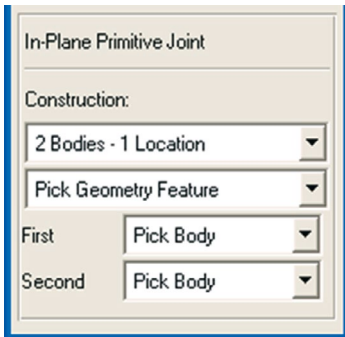

Figura 3.129 – Parâmetros para a segunda *Joint Inplane*.
- Na caixa de diálogo *Main Toolbox*, selecione a ferramenta  (*Joint Primitive: Inplane*) a qual é encontrada expandindo-se o ícone *Joint:Palette*. Os campos inferiores da caixa de diálogo *Joints* deverão ser preenchidas, conforme mostrado na Figura 3.129.